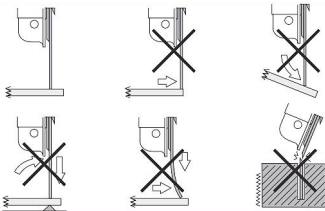

Figura 5
- e) Discos de corte devem ser utilizados num ângulo de 90° em relação à peça (Figura 5).